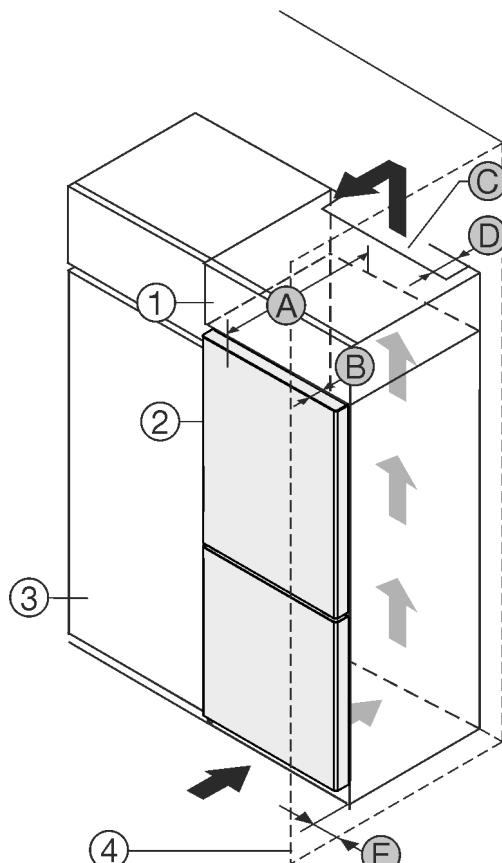

Fig. 1
将冰箱直接放置在餐具柜 Fig. 1 (3) 旁边。*
在附加柜背面必须有一个竖风道，其深度 Fig. 1 (D) 应超过整个附加柜宽度。*
盖板下必须保有通风横截面 Fig. 1 (C)。*
如果将带铰链的冰箱放置在墙壁 Fig. 1 (4) 边，冰箱和墙壁至少相距 13 mm。*
如果将带铰链的冰箱放置在墙壁 Fig. 1 (4) 边，冰箱和墙壁至少相距 20 mm。*
为了能完全打开冰箱门，冰箱必须凸出餐具柜正面一定门深度 Fig. 1 (B)。根据餐具柜 Fig. 1 (3) 的深度，使用壁距调整垫片可以使冰箱更为凸出。*